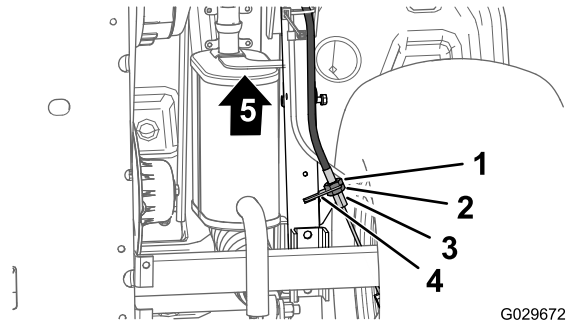

図 62
3. 機体の下側で、駐車ブレーキケーブルのねじ山付きアジャスタの後ジャムナットを4回転ゆるめる 図 62。
4. 前側ジャムナットを締める 図 62。
- A. ブレーキケーブルのねじ山付きアジャスタの前ナット 図 62を1回転ゆるめる。
- B. 後側ジャムナット 図 62を締める。
- A. ブレーキケーブルのねじ山付きアジャスタの後ナット 図 62を1回転ゆるめる。
- B. 前側ジャムナットを締める 図 62。